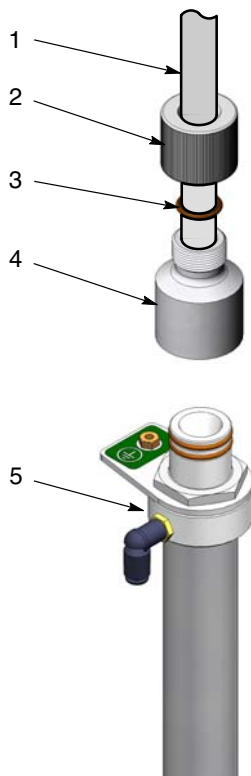

Abbildung 7 Baugruppe Entnahmerohradapter
HINWEIS: Die Baugruppen Entnahmerohradapter sind für Pumpenentnahmerohre mit und ohne äußeren O-Ring erhältlich. Abbildung 7 zeigt ein Entnahmerohr mit einem äußeren O-Ring.
1. Siehe Abbildung 7. Das Ende des Ansaugschlauches (1) mit einem Rohrschneider rechtwinklig durchschneiden.
2. Den Ansaugschlauch auf einer Länge von ca. 2 Zoll durch die Sicherungsmutter (2) stecken.
3. Den O-Ring (3) am Ansaugschlauch anbringen.
4. Den Ansaugschlauch bis zum Anschlag in den Pumpenadapter (4) schieben.
7. Die Adapterbaugruppe durch eine Drehbewegung am Entnahmerohr (5) anbringen.